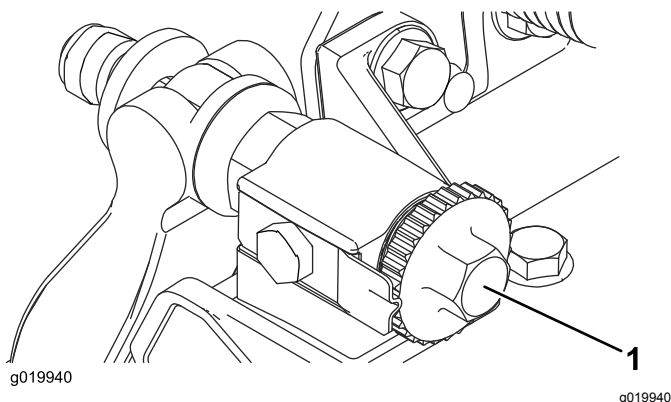

図 9
2. ベッドバー調整ねじを左に回してベッドナイフとリールの接触をなくす **図 9**。